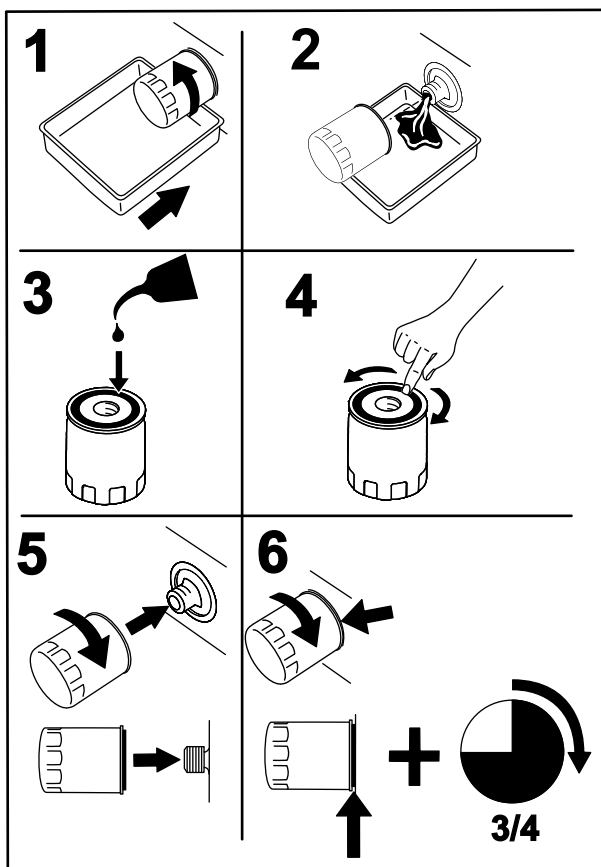

Bild 71
8. Stellen Sie eine Auffangwanne unter den Verteilerfilter (**Bild 71**).